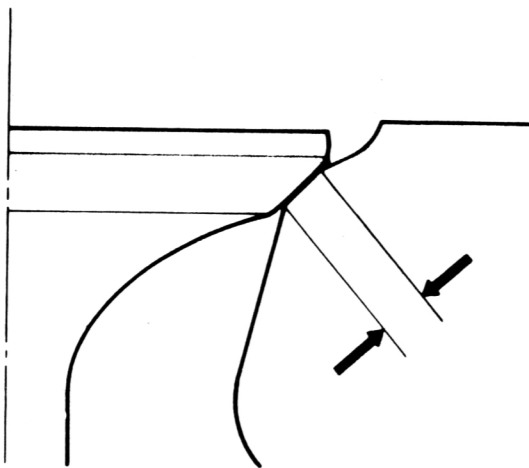

Bild 41
- Den Ventilsitz überprüfen (Bild 41). Falls er zu breit oder zu schmal ist, oder Vertiefungen aufweist, muss er nachgeschliffen werden (Bild 42).